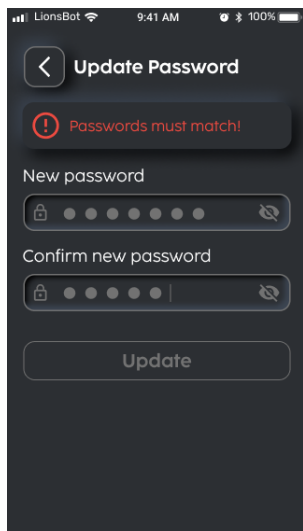

Fig. 7
5. Bevestig nieuw wachtwoord (fig. 7).